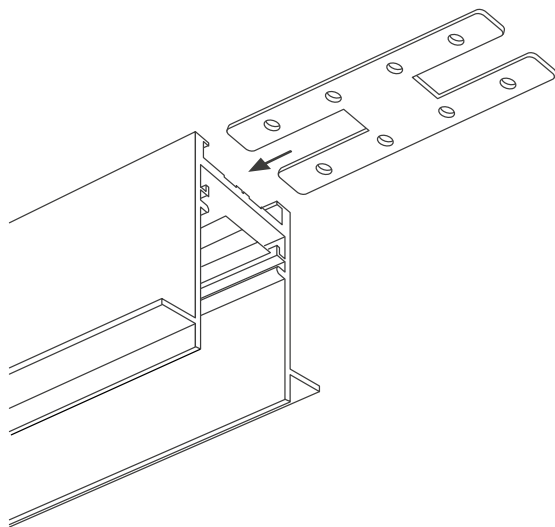

Рис. 3. Установка соединителей в пазы шинпровода
- 3.7. Установите в паз шинпровода коннектор прямой MAG-CON-25-UP арт. 033432 на половину его длины и закрепите установочными винтами из комплекта поставки (см. рисунок 3). В случае ее наличия предварительно снимите торцевую заглушку. Ответную часть коннектора установите в соответствующие пазы другого шинпровода и/или коннектора и закрепите установочными винтами.